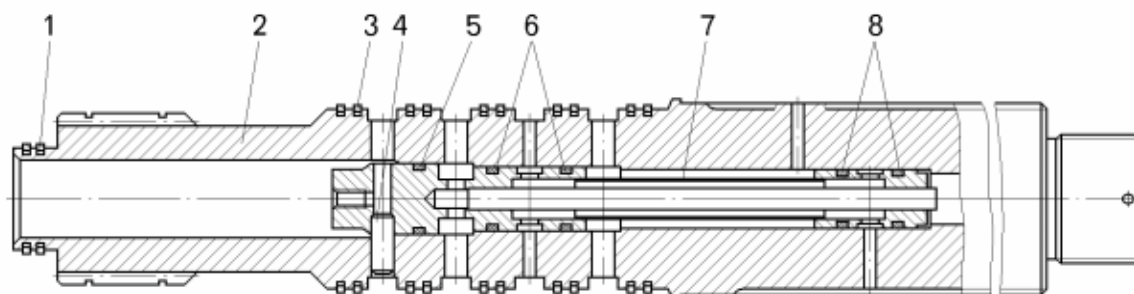

Рисунок 6.29 – Вал первичный (ведущий):
- установить на распределитель 7 (рисунок 6.29) уплотнительные кольца 5, 6, 8 (при каждой разборке ведущего вала резиновые уплотнительные кольца заменить новыми);